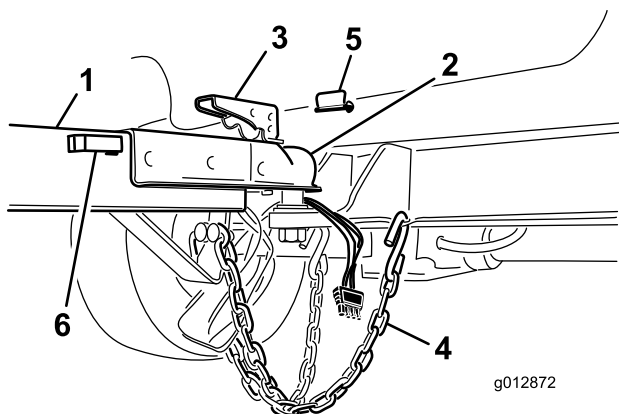

Рисунок 11
2. Поднимите рычаг сцепки на буксировочной штанге, одновременно опуская гнездо на шар сцепного устройства (**Рисунок 11**).